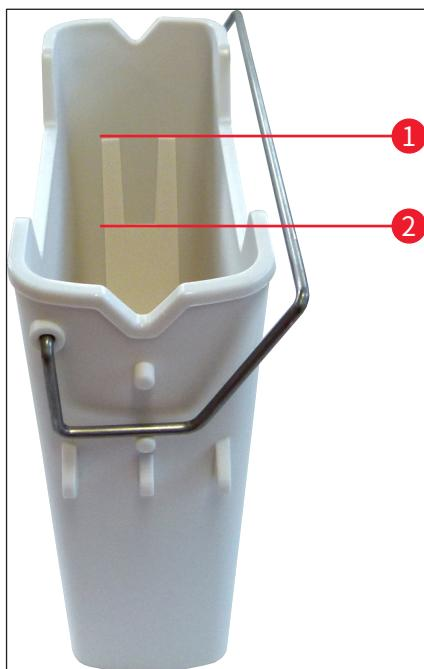

图 67
4. 检查填充液位是否足够 (→ 图 67), 试剂是否无污垢。如有污染,应更换二甲苯 (→ 第 37 页 - 4.6.3 准备试剂缸并填充,然后插入加载抽屉), 重新填充之前,应先清洁试剂缸。